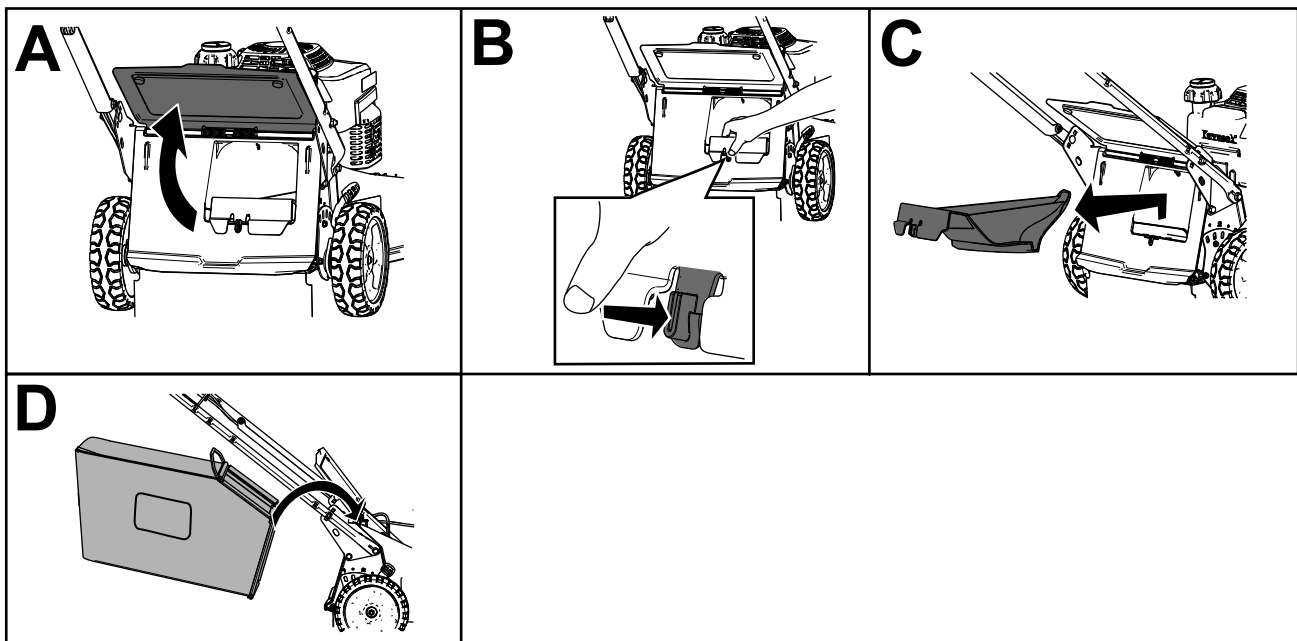

Figura 17
2. Levante y sujete el deflector trasero (Figura 17, A).
3. Retire el tapón de descarga trasera presionando el enganche hacia dentro con el dedo pulgar y extrayendo el tapón de la máquina (Figura 17, B y C).
4. Inserte los extremos de la varilla de la bolsa en las muescas de la base del manillar, y mueva la bolsa hacia adelante y hacia atrás para verificar que los extremos de la varilla están asentados en el fondo de cada muesca (Figura 17, D).